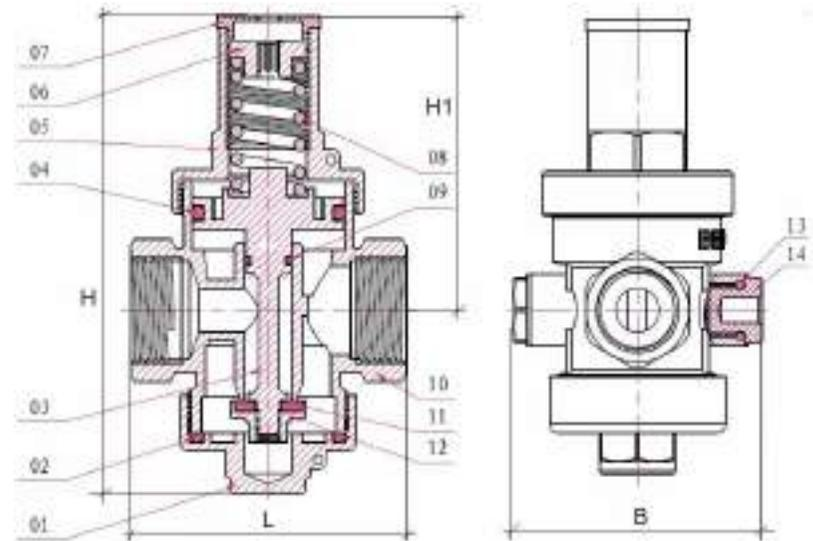

Рис.1
- 2.7 Габариты и присоединительные размеры (см. Рис.1) приведены в Таблице 2.
- 2.8 Наименование деталей позиций (см. Рис.1) и материалы приведены в Таблице 1.